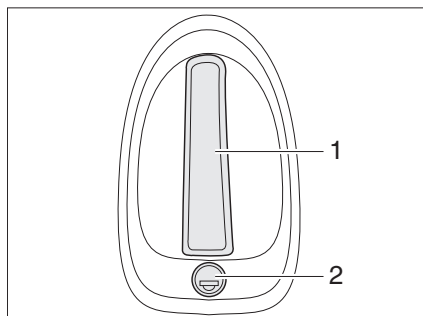

Fig. 26 Serrure du portillon arrière, extérieur
- Insérer la clé dans le barillet (Fig. 26,2) et la tourner jusqu'à ce que la serrure du portillon soit déverrouillée.
- Tirer sur la poignée (Fig. 26,1). Le portillon arrière est ouvert.
- Insérer la clé dans le barillet (Fig. 26,2) et la tourner jusqu'à ce que la serrure du portillon soit verrouillée.